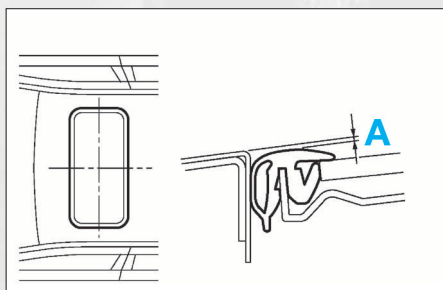
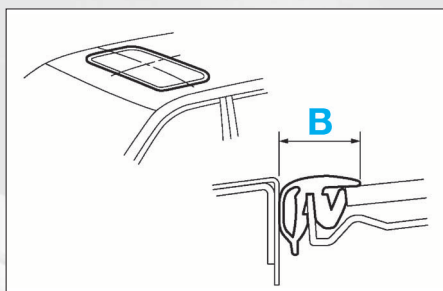

FIG. 84
FIG. 85
- Le sous-ensemble de vitre de toit ouvrant étant reposé, vérifier le jeu (A) (Fig.84) et la distance (B) (Fig.85).